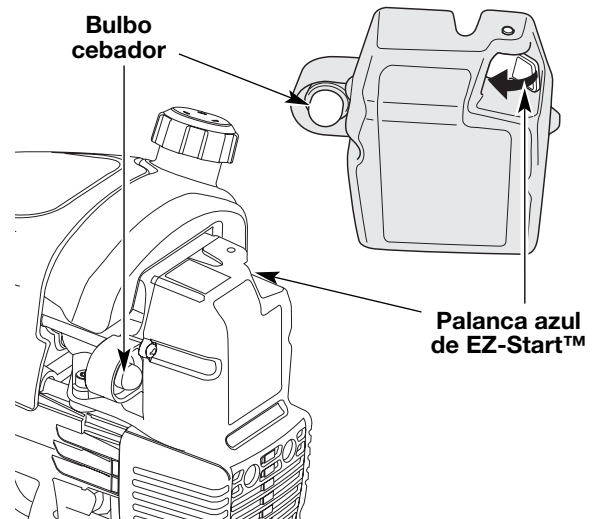

Fig. 7
2. Oprima completamente el cebador y suéltelo 10 veces. Hágalo lentamente. Se deberá ver un poco de **combustible en el cebador** y en las tuberías de alimentación de combustible (Fig. 7). Si no puede ver el combustible en el cebador, oprímalo y suéltelo tantas veces como sea necesario hasta que vea combustible en el mismo.
3. **Empuje la Palanca EZ-Start™ hacia la primera bombilla** hasta que haga un clic y quede trabada en su lugar (Fig. 7).